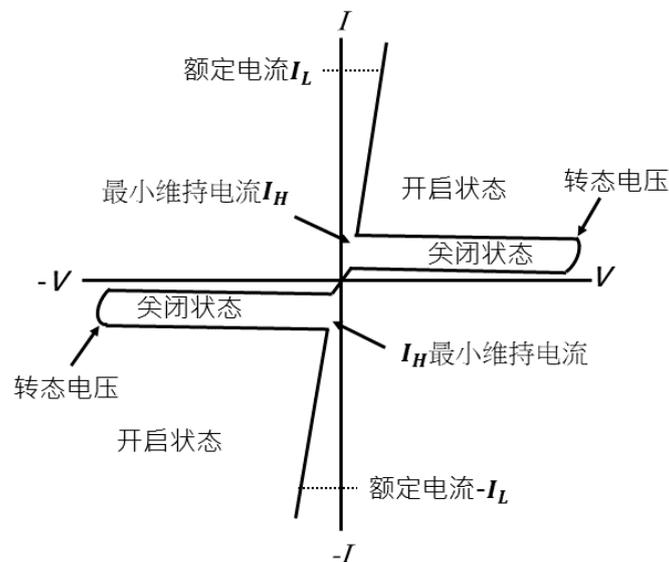

图 2. TRIAC 特性曲线图
- (1)中断两端点( $T_1$ 和 $T_2$ )的电压(开路或短路)。
- (2)改变两端点( $T_1$ 和 $T_2$ )的电压极性(如使用交流电则会自动截止)。
- (3)将导通的电流降低至维持电流 $I_H$ 以下(可参考图 2)。